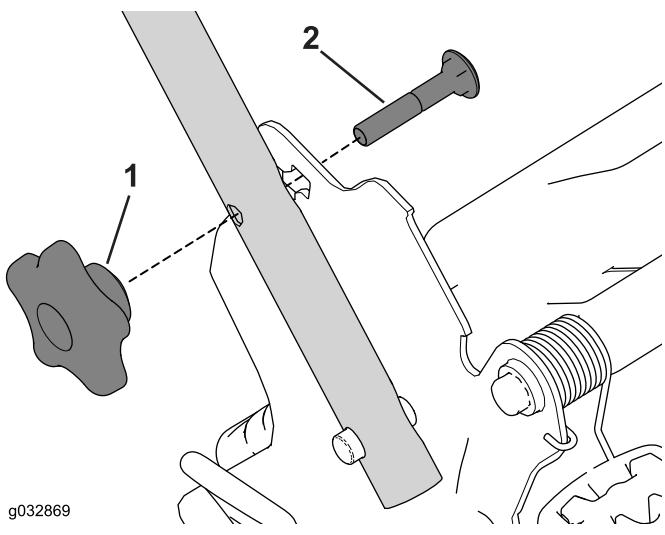

Рисунок 6
- Вставьте каретный болт (так, чтобы головка болта была направлена внутрь) сквозь верхнее или нижнее квадратное отверстие кронштейна рукоятки и в верхнее отверстие торцевой части рукоятки (Рисунок 6).